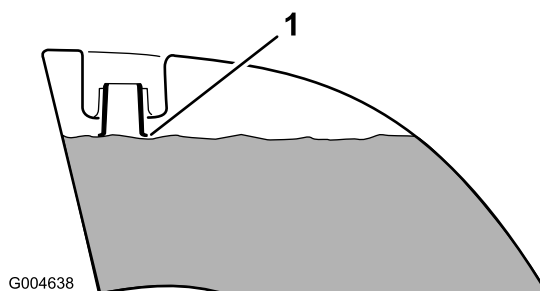

図 9
4. 両方の燃料タンクに、上面から約 25mm 下まで燃料を補給する（図 9）。入れすぎないように注意すること。